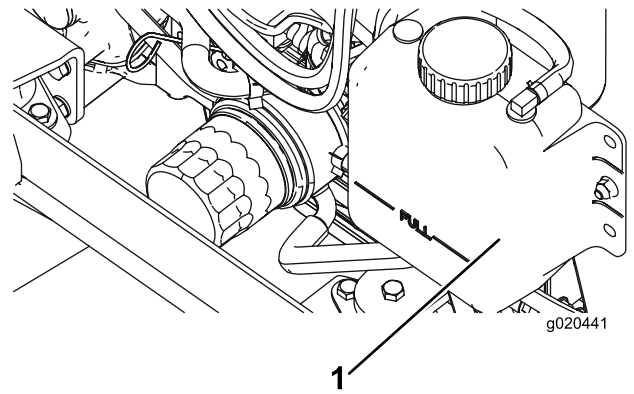

Figura 110
1. Togliete con cautela il tappo del radiatore e il tappo del serbatoio di espansione (Figura 110).